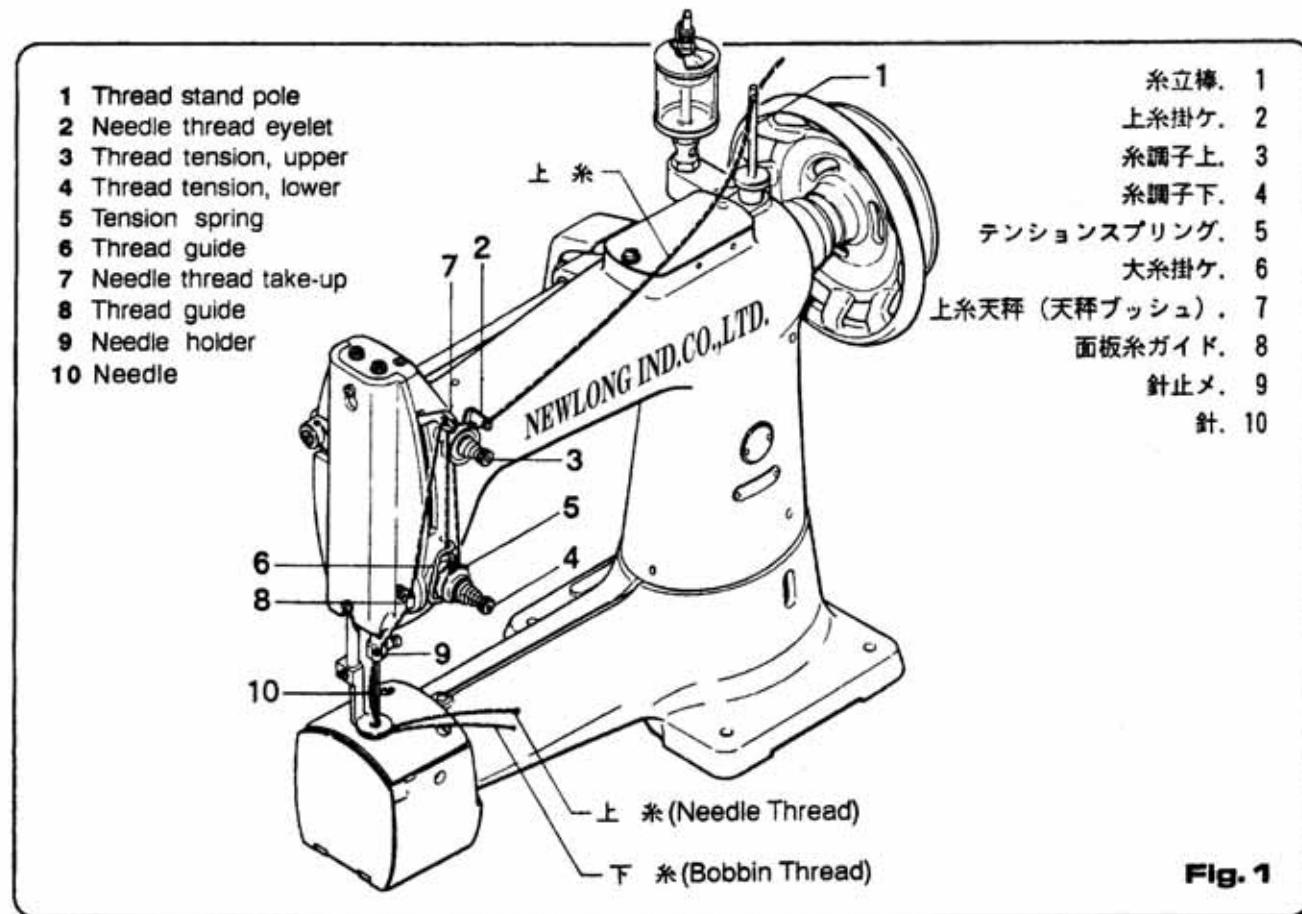
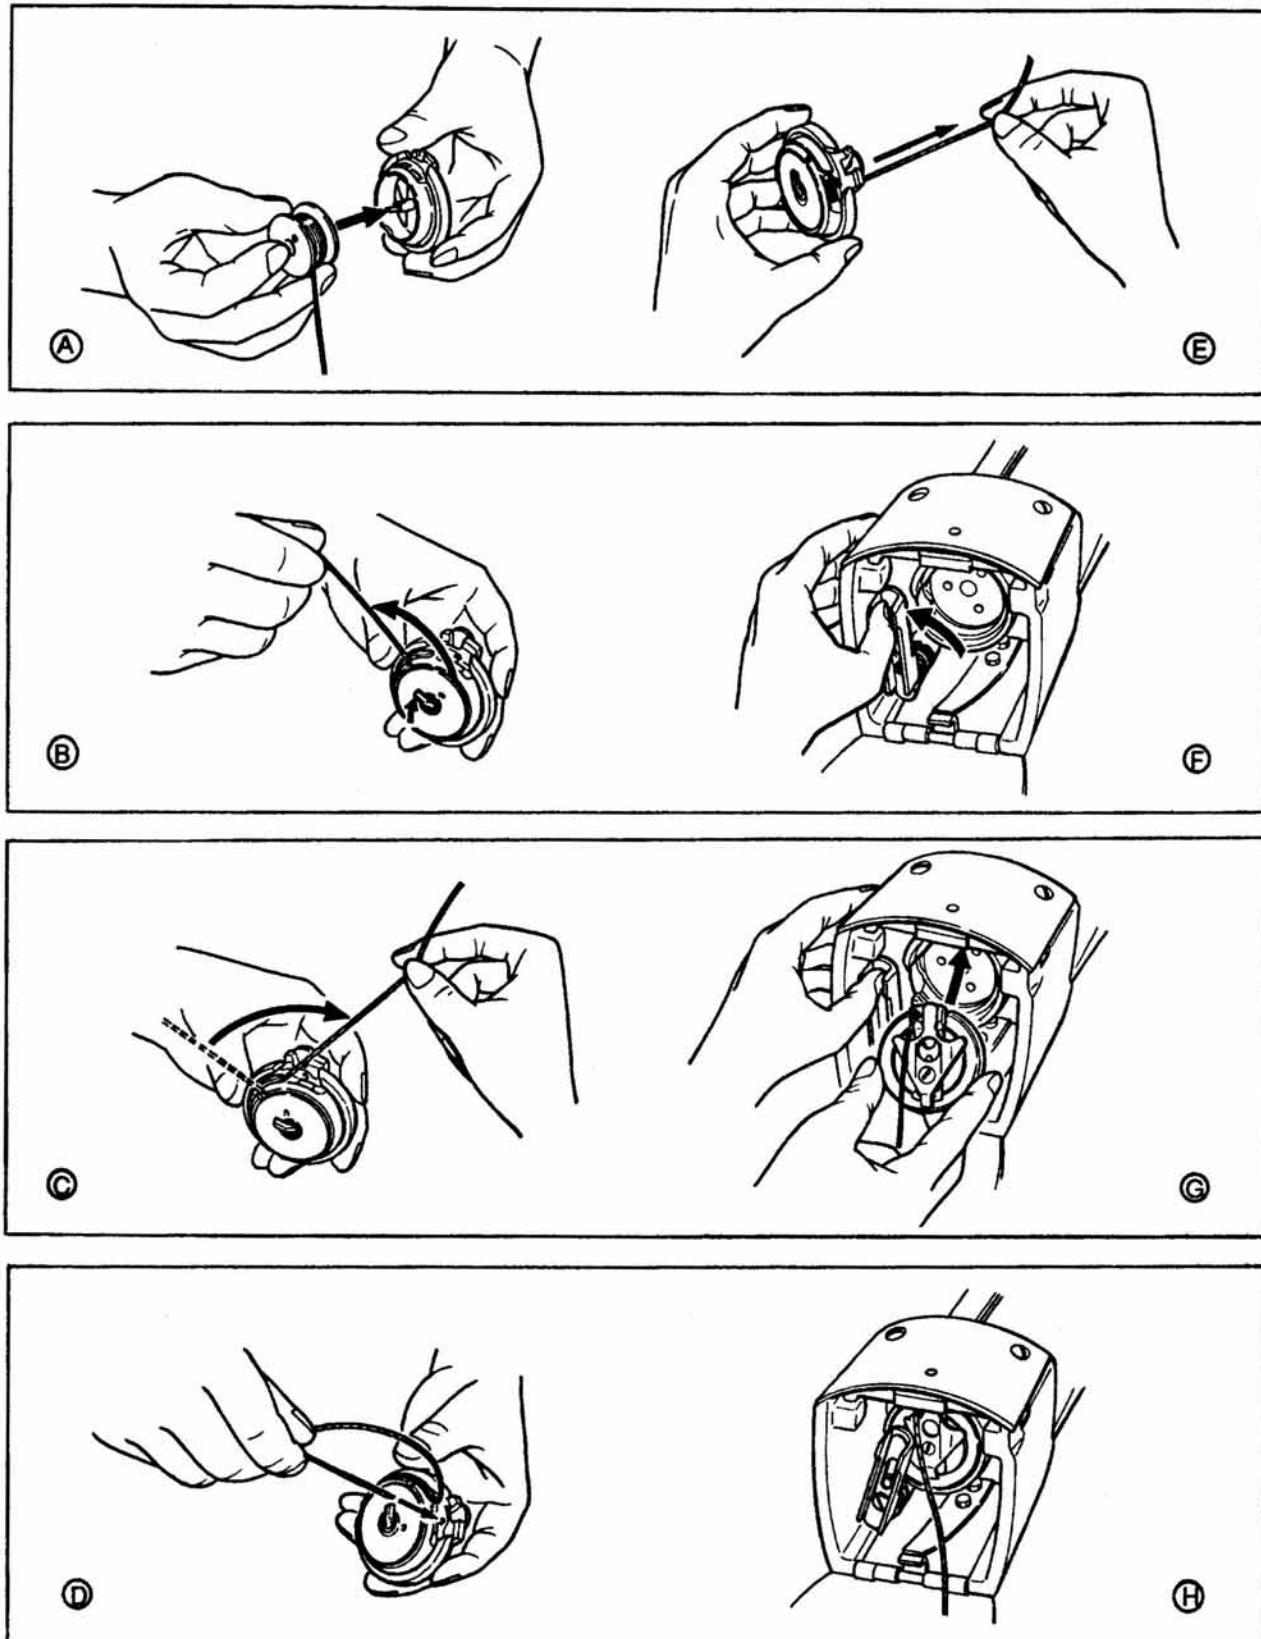

Fig. 1
Fig. 2
Check a sample seam to see the tightness of thread. For too tight needle thread, loosen thread tension, upper (2), Figure 1. Tighten it if the needle thread is loose and raised too high. To adjust, turn thread tension nut.
試し縫いをして上糸がつっている時は、Fig.1で示す(2)糸調子のスプリング圧を弱くし、逆に上糸がすぎている場合は圧を強くして下さい。スプリング圧の調整は糸調子ナットを廻して行ないます。
Be sure that the machine is properly threaded according to threading and setting diagrams (Figure 1 and 2). Turn pulley toward you by hand for a full turn, and you will see bobbin thread is pulled up above throat plate together with needle thread. Separate needle and bobbin thread.
To stop the machine and sever thread, be sure that needle thread take-up (7), Figure 1, is in the highest position, otherwise, needle thread may come off needle hole.
ミシンを運転するときまず最初に、上糸、下糸を糸通し図 (Fig1, Fig2)に基づいて糸を通します。それから手でプーリーを手前に廻して1回転します。そうすると下糸が上糸によって引っかけられて針板上面に出てきます。
次にミシンを停止して糸を切る場合は、上糸天秤 (Fig1.-7) が最も上がった位置で糸を切って下さい。この位置で糸を切らないと上糸が針より抜ける事がありますので注意して下さい。